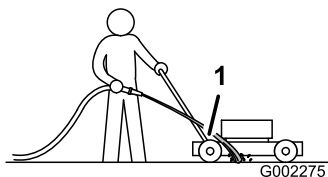

Figura 22
3. Tenete il flessibile da giardino all'altezza della stegola e indirizzate il getto verso terra davanti alla ruota posteriore destra (Figura 22).